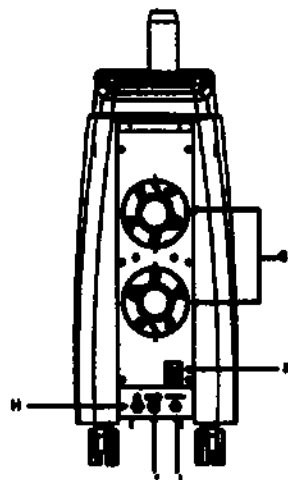

Рисунок 8 – Основной блок. Вид сзади, где:
- вентиляторы для отвода внутреннего тепла (рисунок 8, поз. G);
- разъем для подключения педали: соединитель педали (рисунок 8, поз. H);
- разъем для подключения соединителя дистанционной блокировки (рисунок 8, поз. I);
- разъем для подключения кабеля питания (сетевое шнур) (рисунок 8, поз. J);
- автоматический выключатель для защиты электрической схемы от повреждений, вызванных перегревом или коротким замыканием (рисунок 8, поз. K).